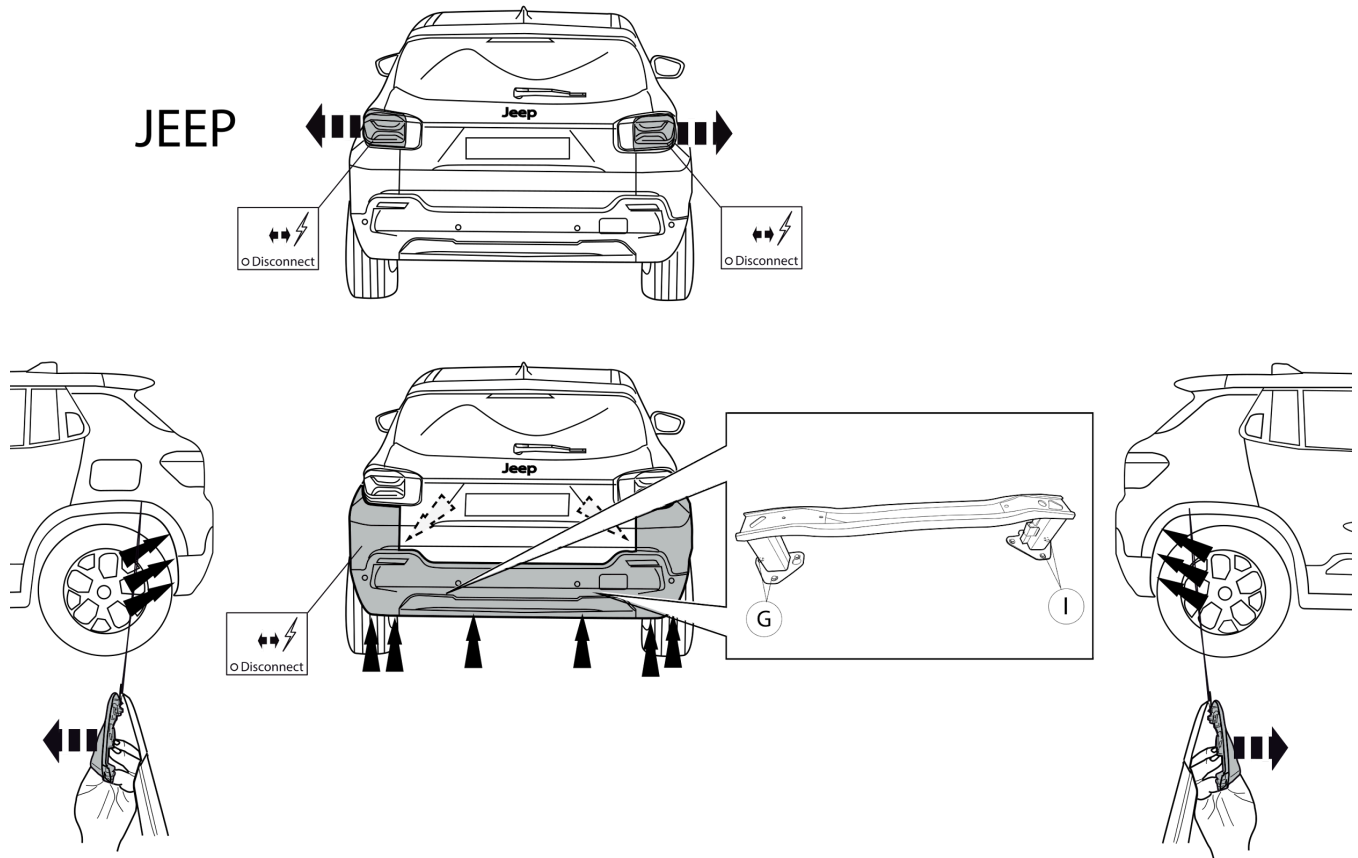

Fig. 1
1. Снять бампер. См. рисунок 1, 2, 3, 4 & 5.